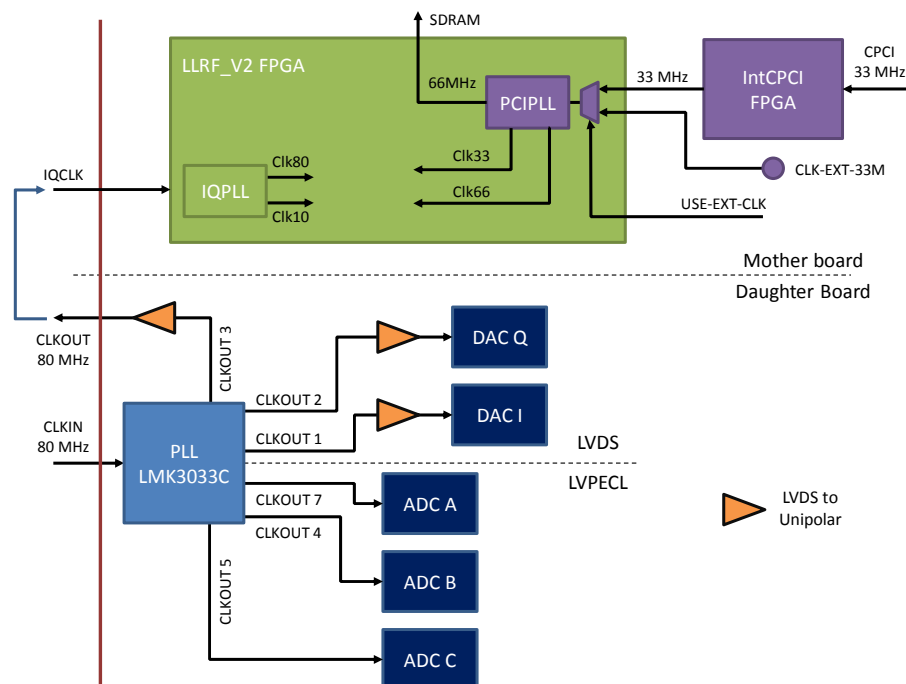

Figure 5 : Distribution d'horloges
La carte gère deux domaines d'horloge distincts : un à 33 MHz, issu du châssis PXI et un à 80 MHz, issu du système RF. La Figure 5 résume les distributions et transformations d'horloge réalisées sur les cartes mère et fille. A l'allumage du châssis, l'horloge 33 MHz est disponible; mais les horloges dérivées du 80 MHz ne sont disponibles qu'une fois que la PLL est configurée.
- ⇒ Le FPGA est cadencé par deux domaines d'horloge comme décrit Figure 5. Certains registres ou mémoires du bus Avalon sont cadencés par l'horloge IQ de 80 MHz. En fonctionnement standard, en châssis, l'horloge 33 MHz est toujours présente, mais l'horloge IQ peut ne pas l'être (entrée face avant non connectée ou non activée, PLL LMK non configurée ou PLL du FPGA principal non verrouillée). Sur la table des registres en annexe III, seuls les registres dont les lignes apparaissent en **bleu clair** sont cadencés à 33 MHz. Un accès à un registre cadencé à 80 MHz lorsque l'horloge IQ n'est pas prête engendrera un blocage du système. Il convient donc à l'utilisateur de s'assurer que l'horloge IQ est bien disponible avant d'accéder aux registres non repérés en bleu (par exemple, en vérifiant la valeur du bit 1=IQPLLLocked du registre CLK_CSR).